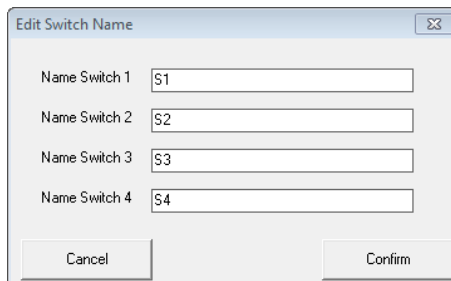

Abb. 37 Fenster „Edit Switch Name“
- 1) Auf die Schaltfläche „Edit Switch Name“ klicken. Es öffnet sich das Dialogfenster „Edit Switch Name“ (Abb. 37).